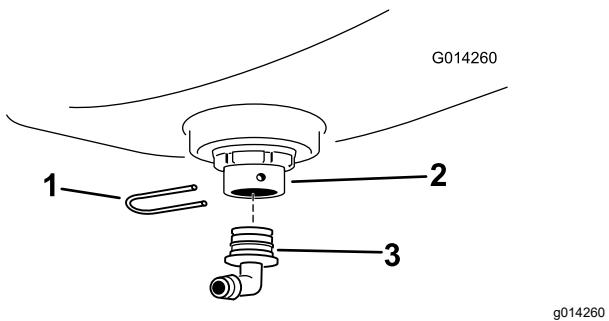

Figure 9
- Posez un raccord à 90° sur le raccord de traversée et fixez-le avec un étrier (Figure 9).
- 5. Branchez le flexible de 53,3 cm que vous avez coupé à la section Découpe du flexible \(page 5\) au raccord à 90° et fixez-le avec un collier serré à la main (Figure 9).